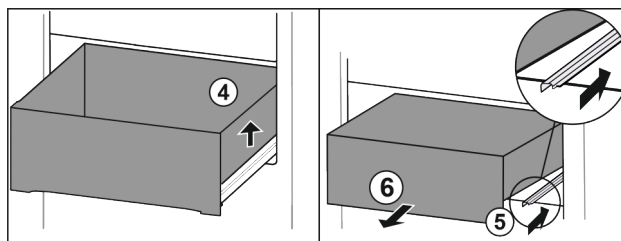

Fig. 75
- ▶ Ridicați sertarul din dreapta. Fig. 75 (4)
- ▶ Inserați șina din dreapta. Fig. 75 (5)
- ▶ Extrageți sertarul spre înainte. Fig. 75 (6)